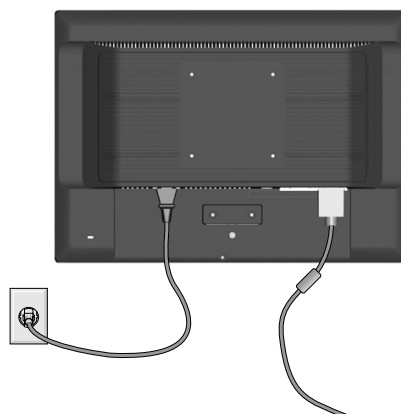

Figura R.2
4. Conecte el cable de CA a la parte posterior del monitor (**figura R.2**).